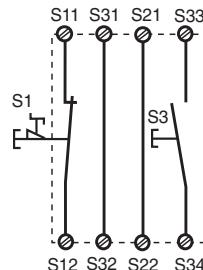

Fig. 3: Eingangskreis einkanalig, überwachter Start/Single-channel input circuit, monitored reset/Commande par 1 canal, surveillance du poussoir de validation
- Fig. 3, 4, 5, 6, 8:
- Fig. 3, 4, 5, 6, 8: S13-S14 **not** connected